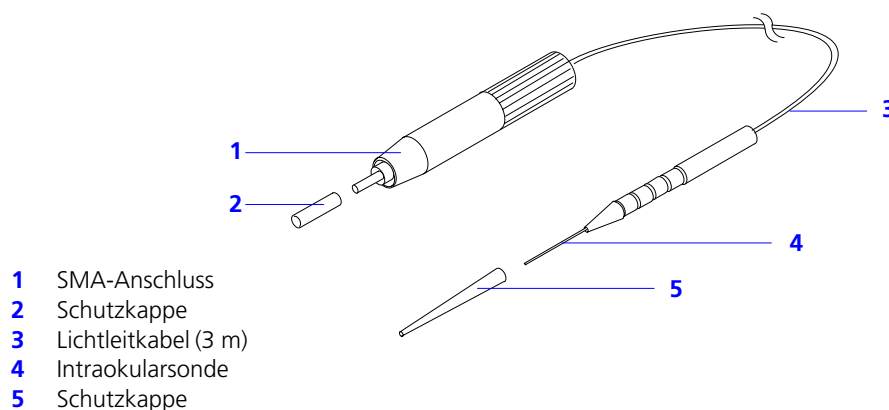

Abb. 36 Intraokularsonde
Jede Intraokularsonde wird in einer sterilen Verpackung geliefert. Die Sonde besteht aus den in Abb. 36 dargestellten Teilen.
- Ziehen Sie die Schutzkappe (2, Abb. 36) vom Lichtleiteradapter ab.
- Schrauben Sie den SMA-Anschluss (1, Abb. 36) in den Lichtleiter-Anschluss der Konsole (6, Abb. 14) ein.